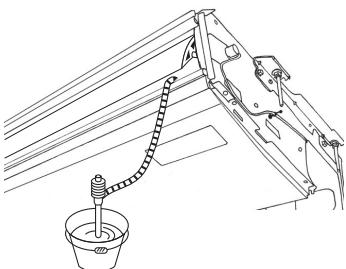

Fig. 5-3
5. Kontrollera efter korrekt dräning. (Fig. 5-3)